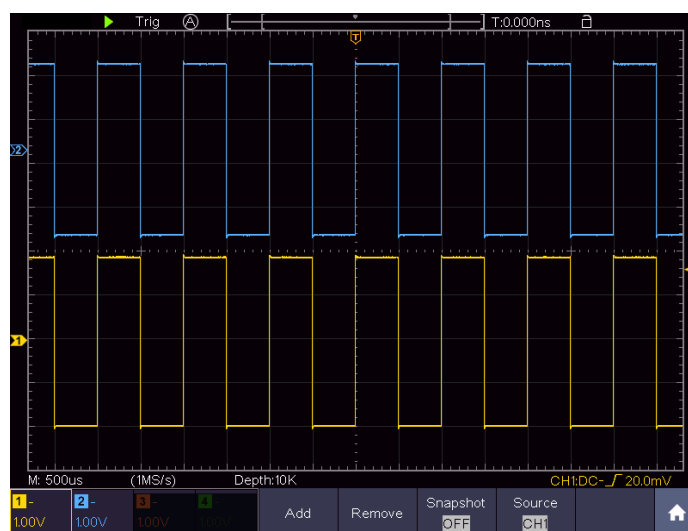

Figura 6-1 Medición de forma de onda de ganancia
- (1) Pulse la tecla **Autoset** y el osciloscopio ajustará las formas de onda de los dos canales para mostrarlos de forma adecuada en pantalla.
- (2) Pulse la tecla **Measure** para mostrar el menú de medidas.
- (3) Seleccione **Añadir** en el menú inferior.
- (4) En el menú de la izquierda con el selector **M** seleccione **Pico-Pico**
- (5) En el menú de la derecha **Fuente** seleccione **CH1**.
- (6) En el menú de la derecha, seleccione **Añadir** . Se añade el tipo pico a pico de **CH1**.
- (7) En el menú Tipo de la izquierda, gire el selector **M** para seleccionar **Pico-Pico**.
- (8) En el menú de la derecha, seleccione **CH2** en el elemento de menú **Fuente**.
- (9) En el menú de la derecha, seleccione **Añadir**. Se añade el tipo **Pico-Pico** de **CH2**.
- (10) Lea las tensiones **Pico - Pico** del Canal 1 y el Canal 2 en la parte inferior izquierda de la pantalla (ver Figura 6-1).
- (11) Calcular la ganancia del amplificador con las siguientes fórmulas.